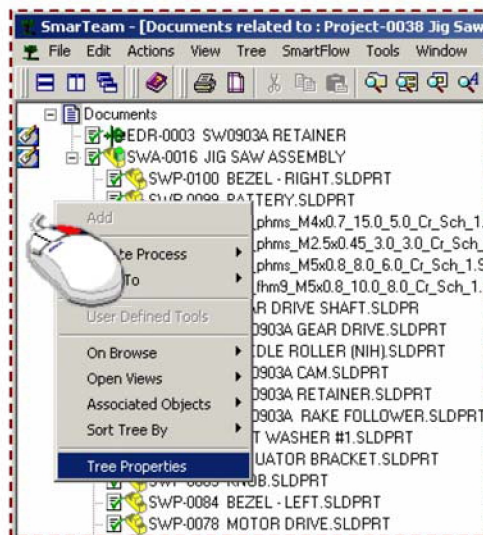

Рис.8. Команда Tree Properties
- Щелкните правой кнопкой мыши по дереву и выберите из контекстного меню Tree Properties (рис. 8).